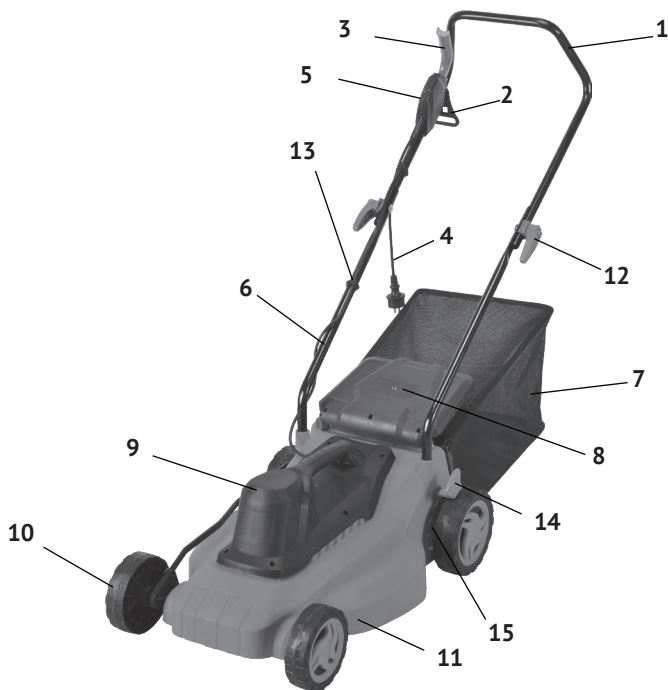

рис. 1
1.3 Вертикально расположенный однофазный коллекторный электродвигатель, ремённая передача и выходной вал с режущим ножом установлены в пластиковом корпусе (рис.1 поз.11). Конструкция ножа позволяет срезать траву и создаёт поток воздуха, для выброса срезанной травы назад или в установленный травосборник. Высота среза регулируется ручной переустановкой осей с колёсами в три фиксированных положения по высоте от поверхности земли.
Блок управления (вилка для подключения сети и рычаг включения двигателя с кнопкой блокировки) закреплён справа на рукоятке управления (рис.1 поз.1).
2.1 Силовой блок: электродвигатель, ремённая передача и выходной вал с закреплённым на его конце двухлезвийным стальным ножом установлены в пластиковом корпусе (рис.1 поз.11). Двигатель закрыт крышкой (рис.1 поз.9) с закреплённой на ней ручкой для переноски.
К задней части корпуса газонокосилки крепится травосборник (рис.1 поз.7), обеспечивающий сбор и удаление скошенной травы.
Каркас травосборника крепится к корпусу задней крышкой (рис.1 поз.8).
2.2.2 Закрепите на рукоятке кабель питания от двигателя к блоку управления фиксаторами (рис.1 поз.13) из комплекта поставки.
Регулировка высоты скашивания производится при помощи изменения положения передней и задней осей с колесами в одно из 5-ти фиксированных положений. Совмещением рычага (рис.1 поз.14) с нужным положением на шкале (рис.1 поз.15) высоты скашивания (на корпусе газонокосилки), устанавливается высота ножа относительно поверхности земли (в зависимости от высоты травы).